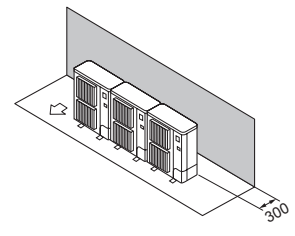

Fig. 2-13
- ① Miejsce ograniczone tylko z tyłu (Fig. 2-13)